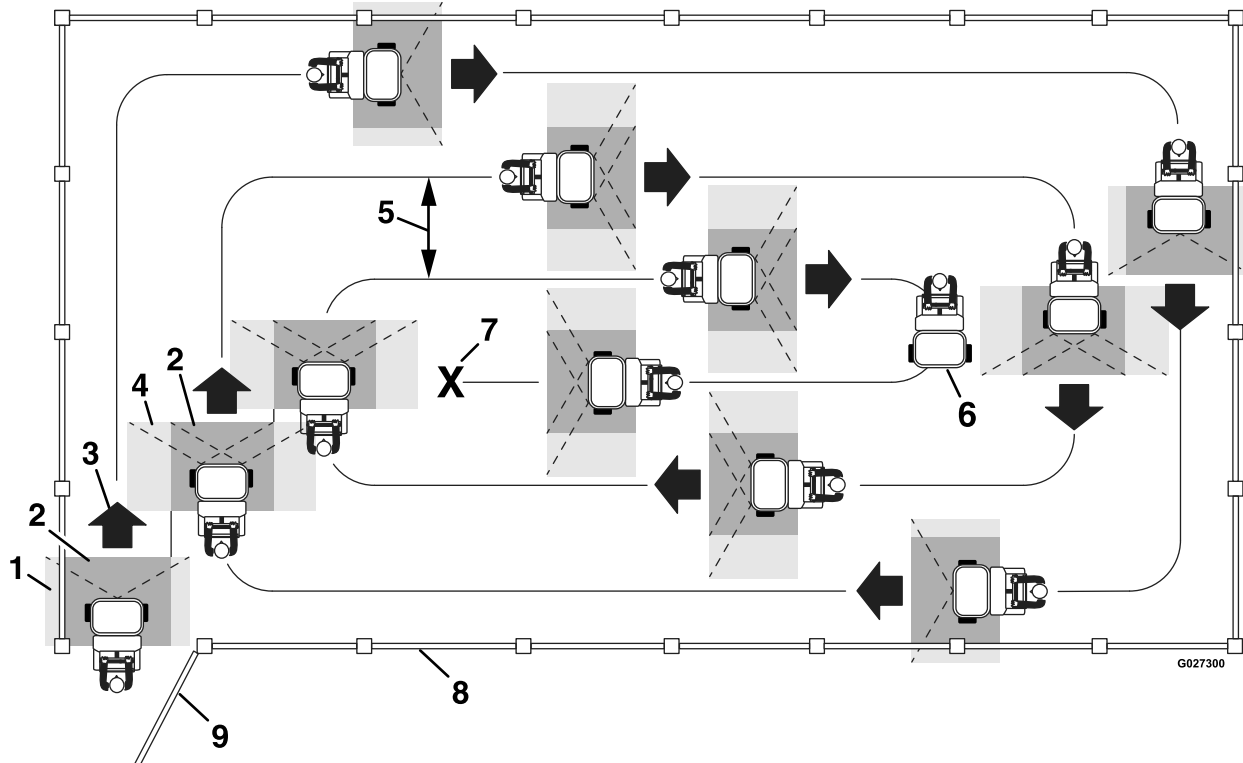

Figure 45
- N'empiétez pas sur la zone de pulvérisation effective que vous avez pulvérisée précédemment (voir Figure 45).